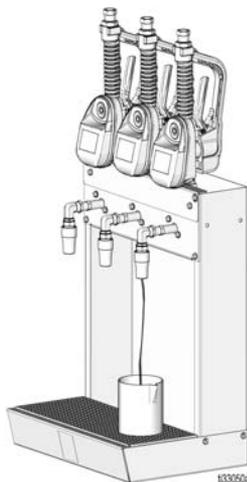

FIG. 18
2. Placez un récipient sous la vanne de vidange sur la barre d'huile (FIG. 18). Ouvrez la buse.
3. Tirez la gâchette pour distribuer autant de fluide restant dans la conduite que possible (FIG. 18).